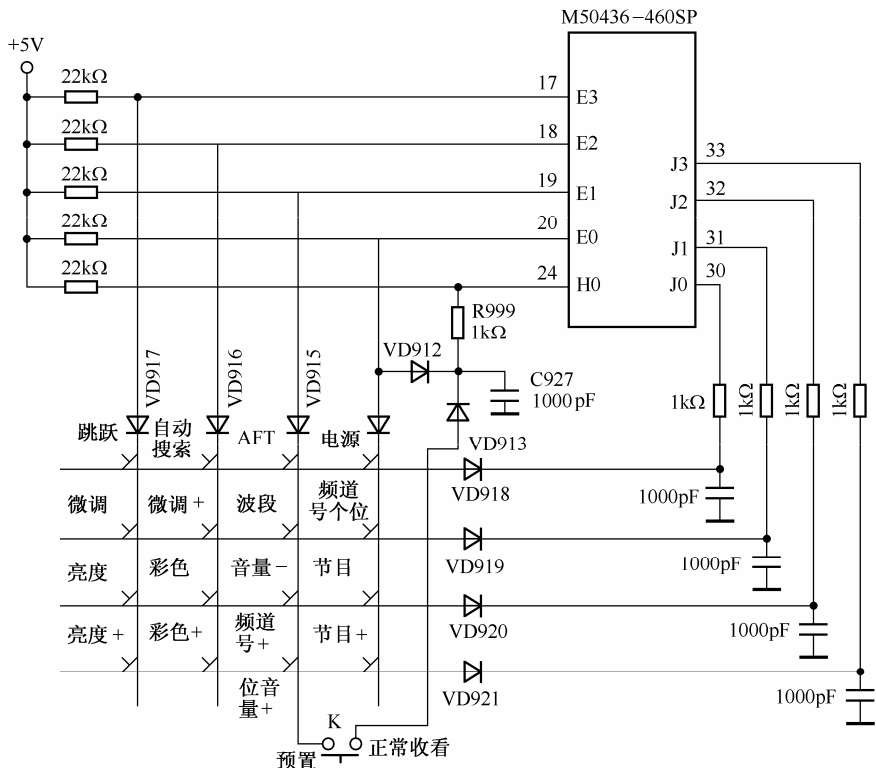

图 3-29 面板键盘矩阵电路
M50436-560SP 接收的指令信号有两个来源,一是⑤脚遥控输入端;二是面板键盘输入端,由③②~③③脚键盘扫描信号输入端和①⑦~②①脚键盘扫描信号输出端组成键盘矩阵,如图 3-29